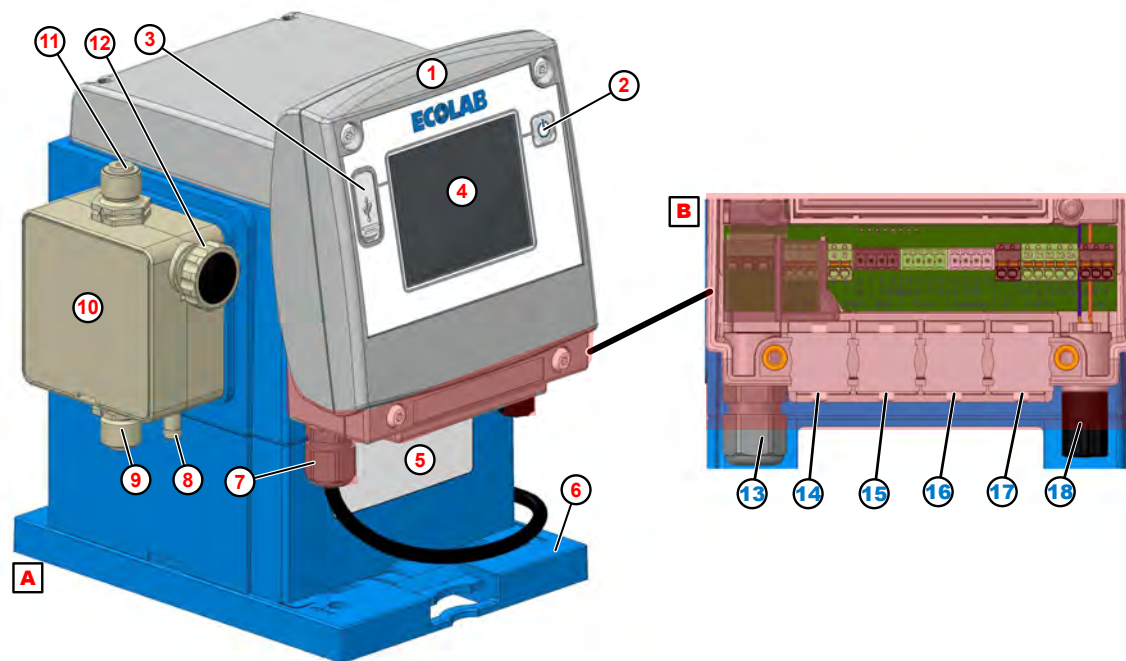

Abb. 11: Aufbau „EcoAdd“
$AD \varnothing = 5, 1-5, 7 \text{ mm}$ (Abb. 11 , ⑭ - ⑰).